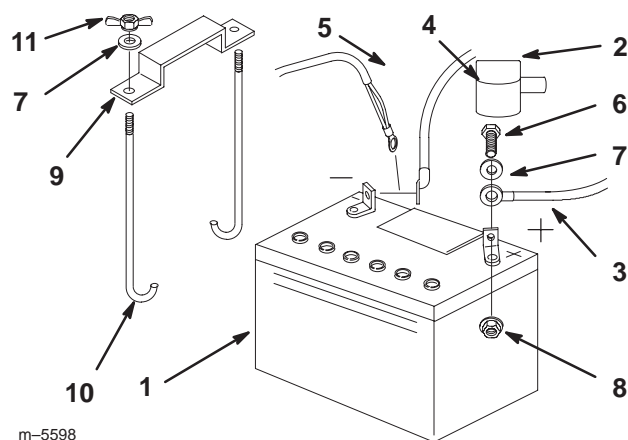

Figure 65
1. Placez la batterie dans son support en tournant les bornes vers le moteur (Fig. 65).
4. Fixez les câbles à l'aide de 2 boulons (1/4 x 3/4 pouce), 2 rondelles (1/4 pouce) et 2 contre-écrous (1/4 pouce) (Fig. 65).
6. Fixez la batterie en position avec des boulons en J, une barrette de maintien et 2 rondelles (1/4 pouce), ainsi que 2 écrous papillons (1/4 pouce) (Fig. 65).
4. Débranchez d'abord le câble négatif et le câble de masse de la borne négative (–) de la batterie (Fig. 65).
5. Ôtez le capuchon rouge de la borne positive (rouge) de la batterie. Retirez ensuite le câble positif (rouge) de la batterie (Fig. 65).
6. Retirez les deux écrous papillons (1/4") de fixation de la barrette de maintien de la batterie (Fig. 65).